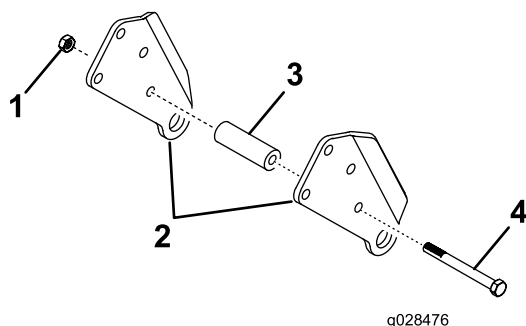

Figura 1
1. Monte sem apertar cada conjunto dos suportes da articulação traseira com um tubo articulado, um parafuso (3/8 x 3-3/4 pol.) e uma porca de bloqueio (3/8 pol.) utilizando os furos que se mostram na Figura 1.